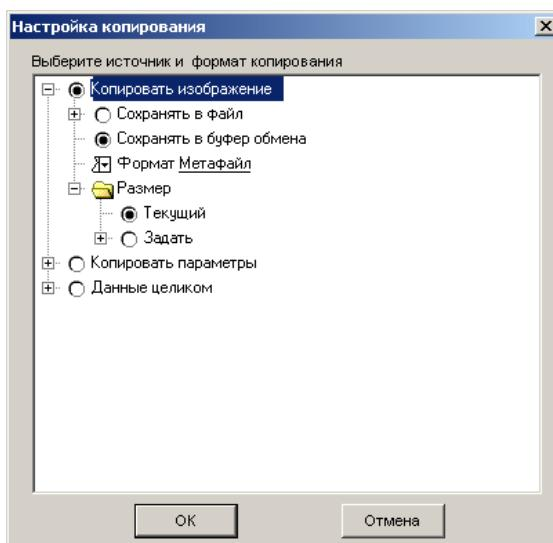

Рис. 35. Окно настройки копирования.
- **Настройка копирования (Alt+Ins)** - выбор информации для копирования (изображение, параметры или данные целиком). Графическую и текстовую информацию (рисунок и параметры) можно скопировать в буфер обмена (Clipboard) с целью вставки в графический или текстовый редактор. В открывшемся окне (рис. 35) необходимо щелкнуть левой кнопкой мыши в кружке слева от строки "Копировать изображение", "Копировать параметры" или "Данные целиком".